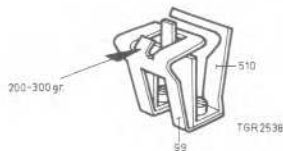

Fig. 3
Contrôle du ressort de pression 99 (voir fig. 3)
- La force de pression sur la cassette doit être comprise entre 200 et 300 g. Mesurer cette force au moyen d'un dynamomètre représenté fig. 3.